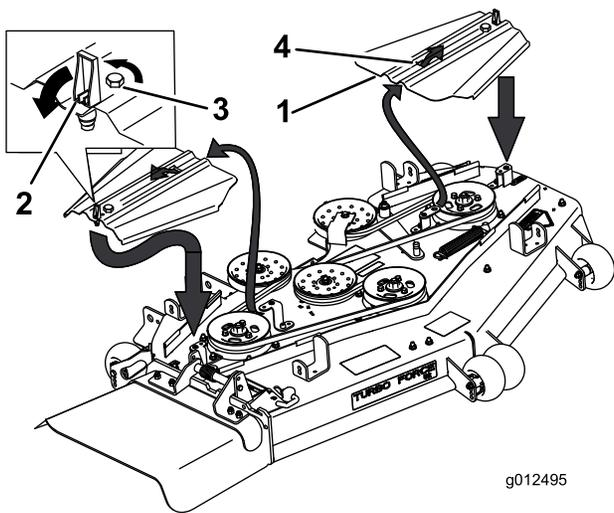

Figura 67
3. Remova as coberturas da correia e os parafusos presos a elas (Figura 67).
9. Instale as coberturas da correia fazendo deslizar a cobertura para a patilha, aperte os parafusos e feche os trincos (Figura 67).